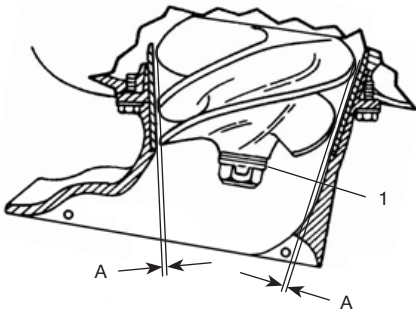

Рис. 35 Проверка зазора
2. При помощи набора щупов измерьте зазор между лопастями импеллера и конической втулкой (Рис. 35). Зазор А между импеллером и конической втулкой должен быть 0,8 мм. В противном случае необходимо произвести регулировку зазора. Регулировка зазора производится с помощью регулировочных шайб 1 (Рис. 35).